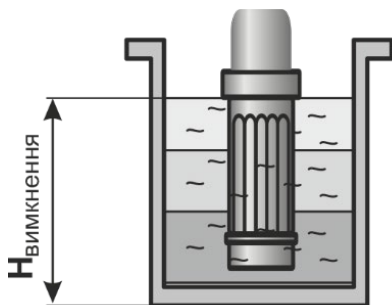

Рисунок 12. Схема запобігання переповненню контейнера виробу водою.
5. Під час вологого прибирання та прибирання води в контейнер, слідкувати за рівнем води в контейнері. Якщо рівень води в контейнері підніметься до максимальної межі, спрацює система захисту від перегріву та двигун вимкнеться (рис. 12).